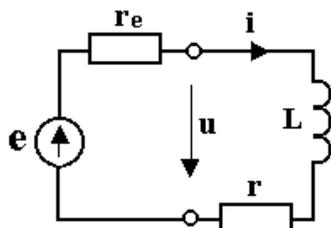

Рис. 14
5. К реальному источнику напряжения с ЭДС (рис. 14)
с ЭДС (рис. 14) $e(t) = 50\cos 10^6 t$ В и внутренним сопротивлением $r_e = 425$ Ом подключено последовательное соединение из элементов $L = 1$ мГн и $r = 575$ Ом. Определите ток $i(t)$ и напряжение $u(t)$.